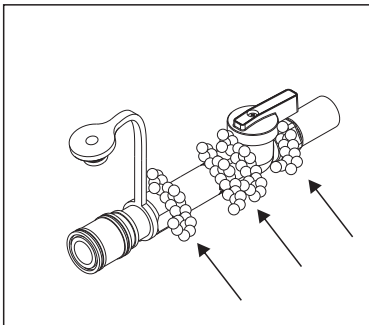

Figure 5
3. Vérifiez toutes les connexions et les joints avec une solution d'eau savonneuse sans ammoniac ou une solution de détection de fuite. Les bulles qui semblent grossir sont l'indication d'une fuite de gaz (Figures 5 et 6).